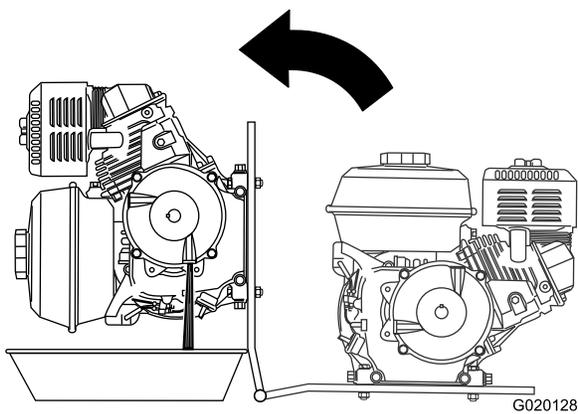

Figura 66
5. Coloque un recipiente junto a la bisagra de la chapa del motor (Figura 66).
6. Gire el motor sobre la bisagra de la chapa del motor, y vacíe el aceite de la caja reductora (Figura 66).